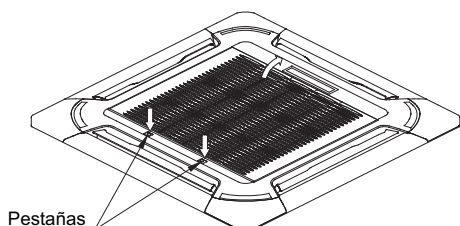

Fig.1-7
- Deslice al mismo tiempo las dos pestañas de la rejilla hacia el centro, y luego tirar de ellas hacia arriba (Ver Fig. 1-7).